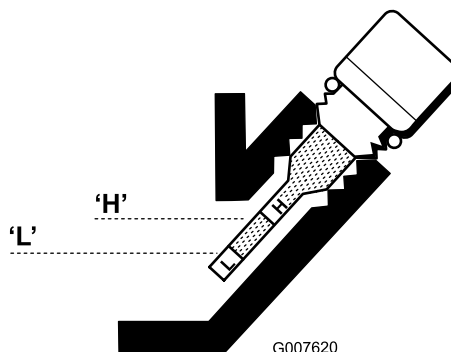

図 35
5. ゲージをウェスできれいに拭き、もう一度差し込む。ゲージはねじ込まずに差し込む。ディップスティックをもう一度抜きとって、オイルの量を点検する。量が不足している場合には、ゲージの読みが H と L の間になるまで、必要量だけオイルを補給する 図 35。油量を確認する。入れすぎないこと。